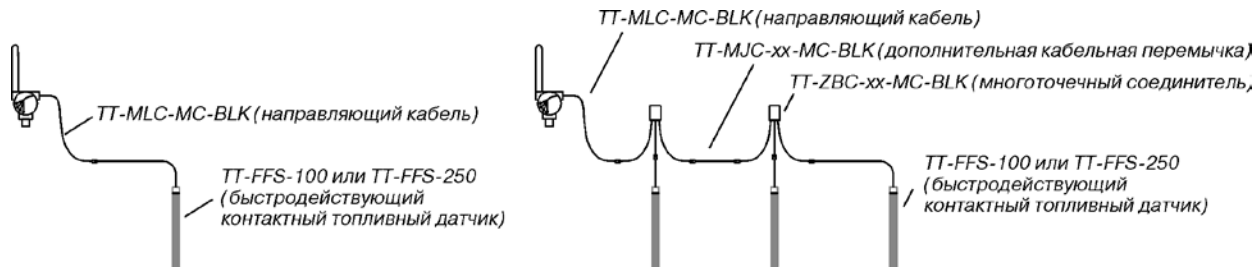

Рис. 17.
- многоточечных соединителей (TT-ZBC-MC-BLK) (рис.17).